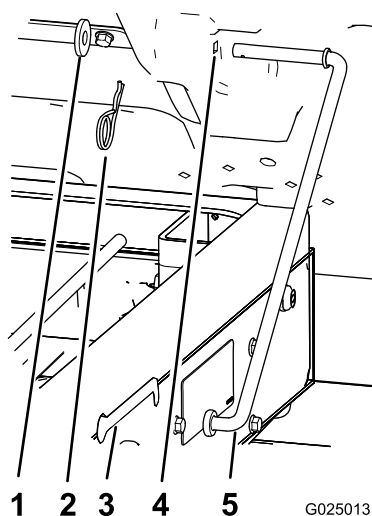

Figura 10
1. Rimuovete la coppiglia e la rondella che fissano l'asta di supporto al lato inferiore del pianale (Figura 10).
2. Fate scorrere l'asta di supporto in avanti per toglierla dalla staffa sul telaio (Figura 10).